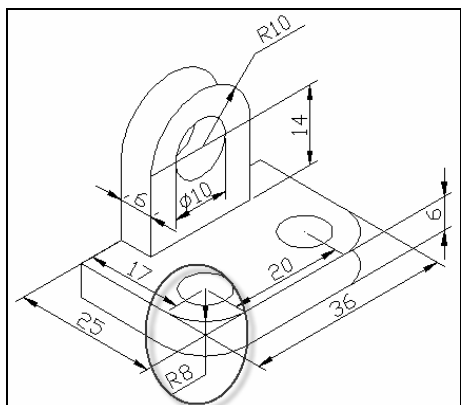

图 7-25 标注圆弧的半径 (2)
(9) 采用与步骤 8 完全相同的方法标注另一处圆弧的半径, 如图 7-25 所示。